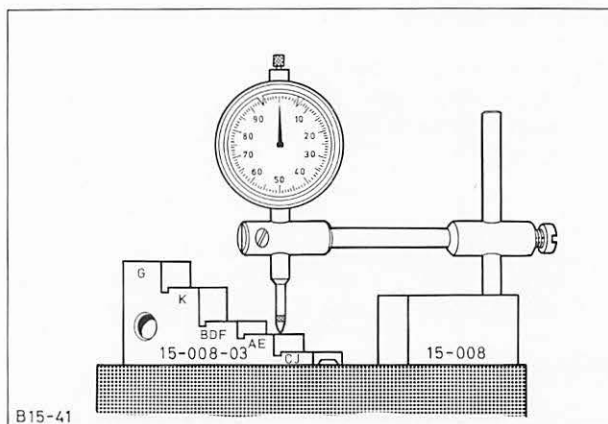
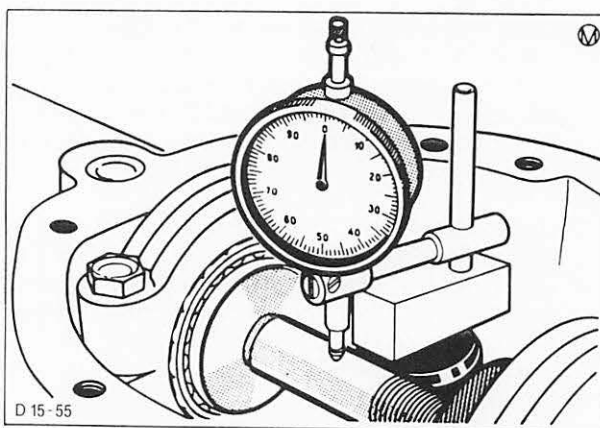

Abb. 75 Meßuhr auf „0“ stellen
Abb. 76 Meßuhrstellung „0“
28. Nullstellung der Meßuhr am Meßblock mittels Stufenblock wieder prüfen (Abb. 75) und Meßblock auf die Stirnfläche des Meisterritzels setzen. Wird jetzt mit dem Taststift der Meßuhr wie vorher (Pkt. 23) quer über die Meßwelle gefahren, so muß der Zeiger „0“ anzeigen, wenn die vorausgegangenen Messungen genau waren. Abweichungen von höchstens 0,01 mm von der „0“ sind zulässig. Abb. 76.